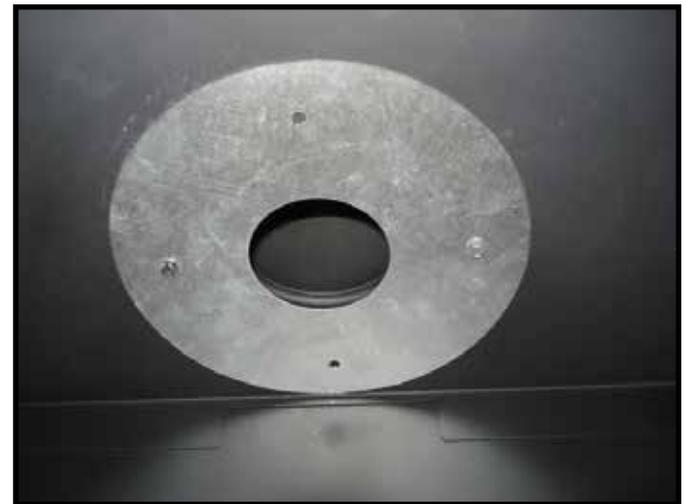

Figure 7.10 Installation d'un réducteur d'évacuation
3. Utilisez deux vis autotaraudeuses de 1/2 po pour fixer le réducteur de conduit à l'écran thermique de la boîte à feu. Voir la figure 7.10.